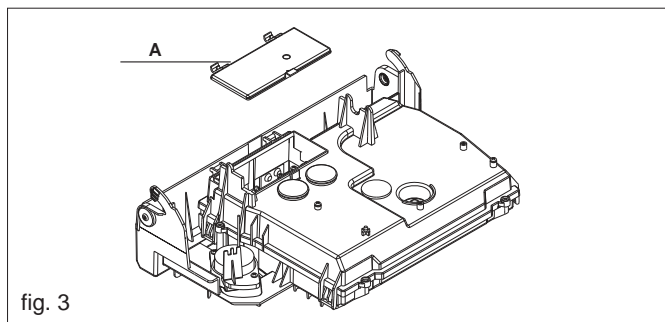

fig. 3
- retirar a tampa (A, fig. 3) que permite o acesso aos jumper